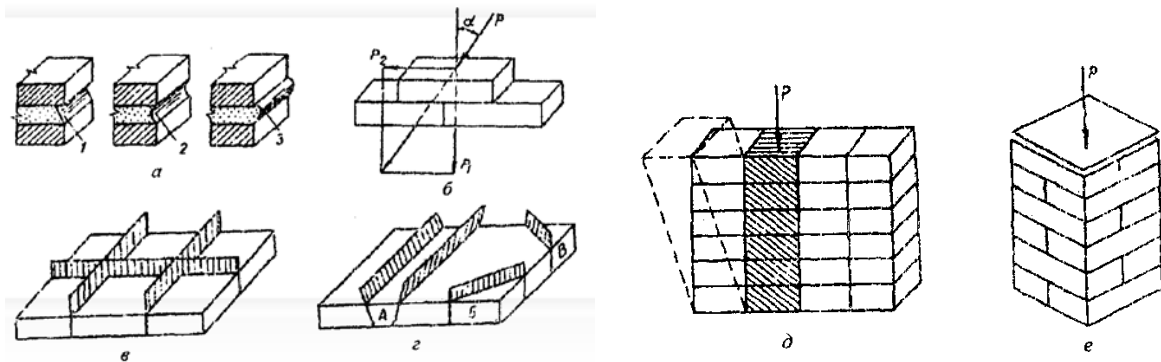

Рис.8.1 – Види розшивки кладки й особливості її розрізу:
3. Третє правило передбачає перев'язування вертикальних швів (рис. 8.1). За умови недопущення збігу в суміжних рядах кладки поперечних і позовжних швів. У разі порушення цього правила можливе розрізання масиву кладки на окремі стовпчики, не здатні до самостійної роботи.